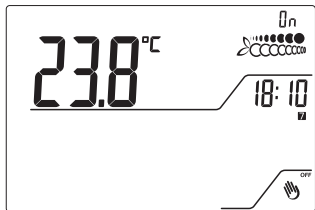

Fig.23
5.4.2 Per attivare nuovamente il dispositivo premere il tasto  per almeno 4 secondi. Sul display compare la scritta On per 3 secondi. Fig.23